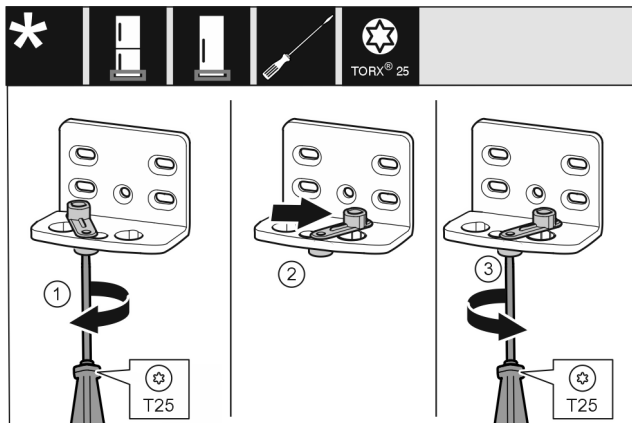

Fig. 13
- Šroubovákem T25 volně přišroubujte šroub. Fig. 13 (1)
- Zvedněte pomůcku zavírání dveří a v otvoru ji otočte o 90° doprava. Fig. 13 (2)
- Šroubovákem T25 šroub pevně utáhněte. Fig. 13 (3)